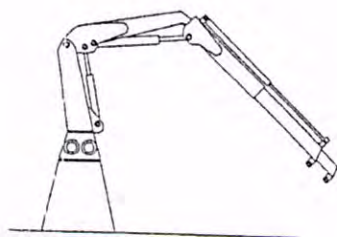

Fig.1
- 1) Die Verlängerung anschlagen und mit dem Kran anheben (Abb. 1).
- 1) Configurare la gru come in Fig.1
- 1) Configure the crane as in Fig.1
- 1) Den Kran in die von der Abb. 1 gezeigte Stellung versetzen.